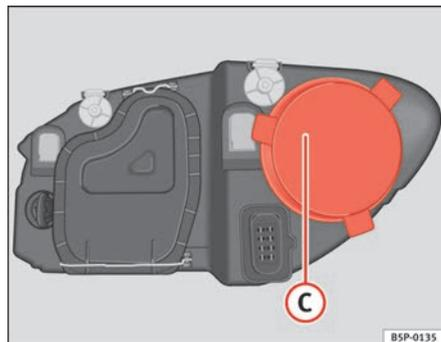

Fig. 181 Máximos
- Retirar a tampa ⇒ fig. 181 C, puxando-a.